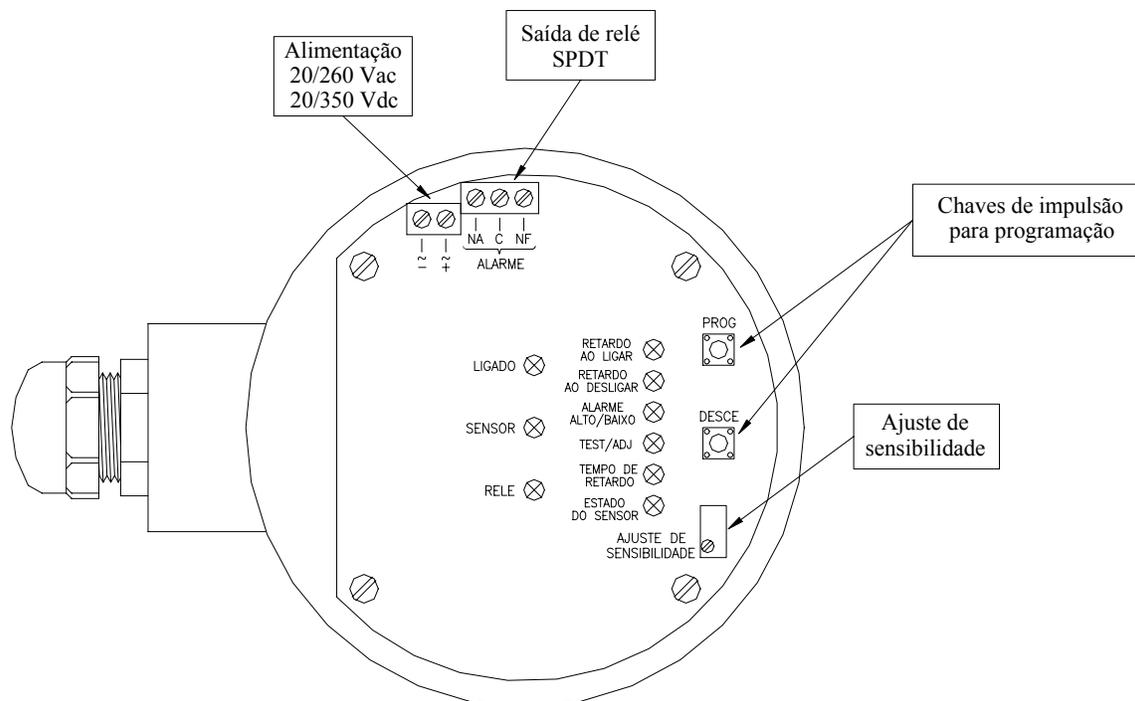

Figura 1
A placa eletrônica possui dois bornes devidamente identificados para conexão da alimentação elétrica da chave, podendo ser alimentado com 20/260vac ou 20/360vdc (segundo a indicação da polaridade simbolizada na placa), **figura 1.**
A placa eletrônica possui uma saída à relê (SPDT), a qual pode ser utilizada para comando, com a corrente máxima permissível de 1 A para chaveamento AC (carga resistiva), **figura 1.**
- O relê de saída está ativado (**figura 1**)
A placa eletrônica tem duas chaves de impulsão (**PROG**) (**DESCE**) para programação (**figura 1**).